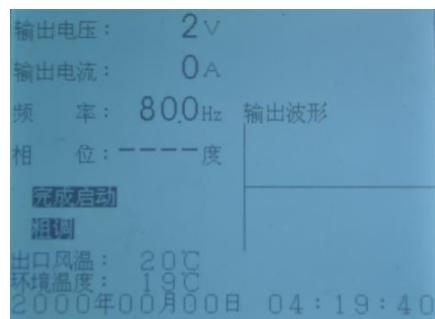

图 22 HMCXZW 变频电源装置启动完成
7.3.6 系统启动完毕后，停止灯灭，启动灯亮，为红色。此时高压回路已经带电。屏幕提示“完成启动”。此时就可以进行升压见图 22。